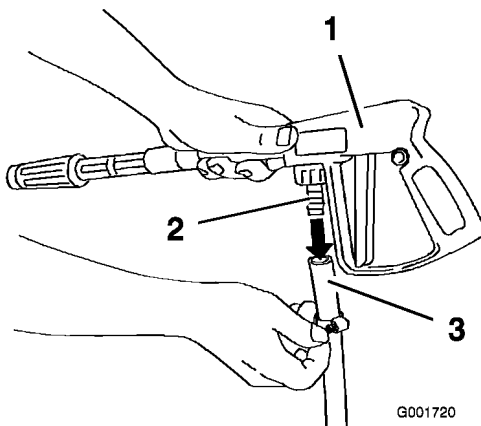

Bild 33
2. Schließen Sie das freie Ende des langen Schlauches an die Armatur an der Spritzpistole an (Bild 33).